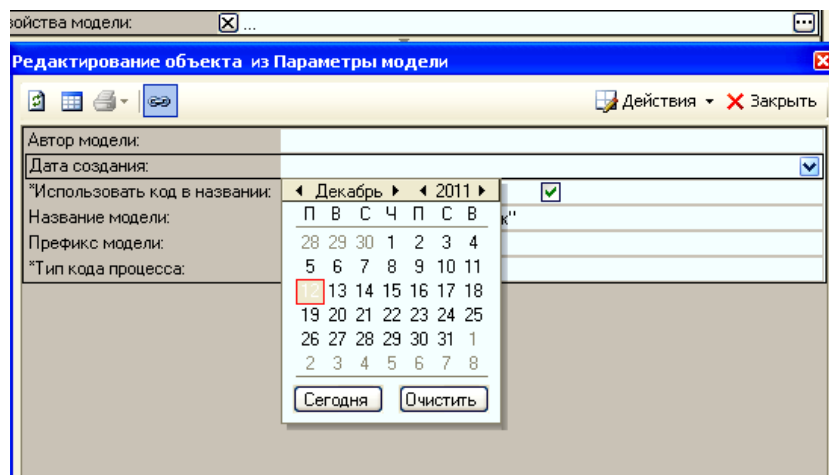

Рисунок 46 – Заполнение параметра типа *Дата*
9. В поле *Дата создания* откройте календарь щелчком по кнопке стрелки (рисунок 46). Щелкните кнопку *Сегодня* для выбора текущей системной даты.